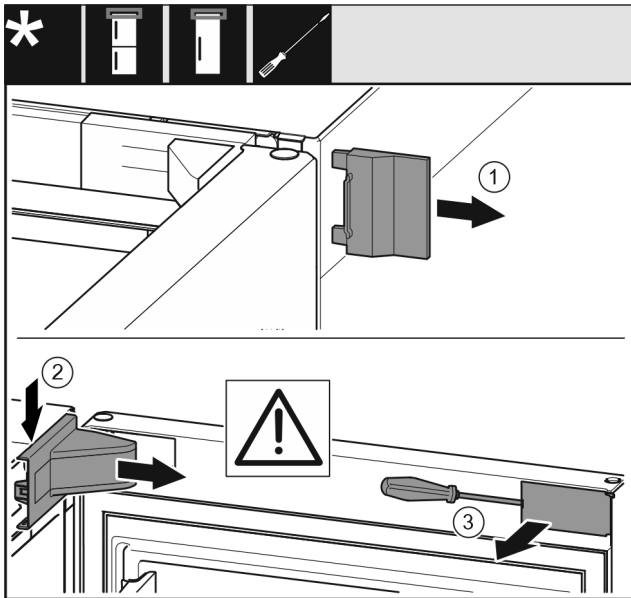

Fig. 6
- Vegye le a külső fedelet. Fig. 6 (1)
- Pattintsa ki és oldja ki a csapágybak fedelét. Vegye le a csapágybak fedelét. Fig. 6 (2)
- Pattintsa ki a takarólemezt lapos csavarhúzóval, és fordítsa oldalra. Fig. 6 (3)